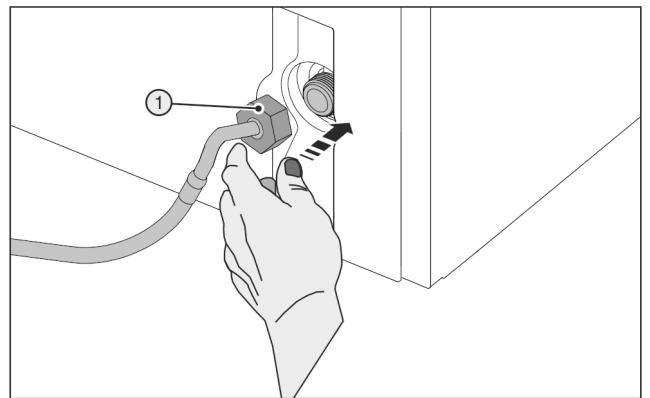

Fig. 29
- Poser l'écrou Fig. 29 (1) délicatement et le visser droit sur le filetage.
- Positionner soigneusement l'écrou Fig. 29 (1) et le visser droit sur le filetage avec deux doigts jusqu'à ce qu'il soit bien stable et en place.
- Utiliser uniquement l'outil auxiliaire (5) à la température ambiante.
- Serrer l'écrou Fig. 29 (1) à l'aide de l'outil auxiliaire (5) dans le sens des aiguilles d'une montre jusqu'à ce que le couple maximal soit atteint et jusqu'à ce que l'outil auxiliaire (5) tourne à vide.